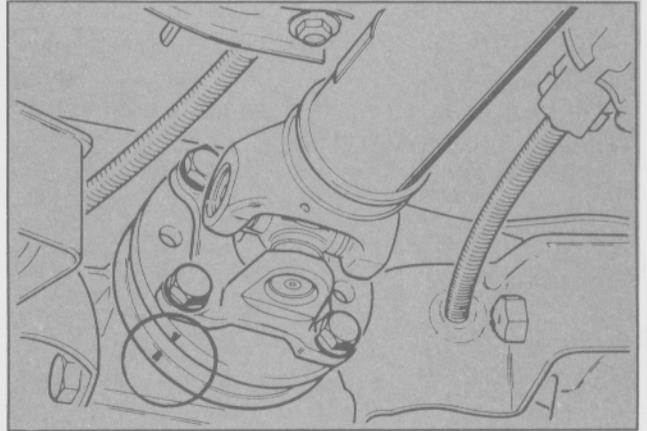

Fig. 58 - Fijación del extremo del eje de transmisión a la brida del piñón
- Desconectar el árbol de transmisión de la brida del piñón. (Fig. 58).